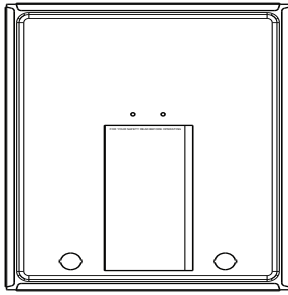

Fig. 30 – Emplacement du livret d'information
4. Retirez un des bouchons en caoutchouc inutilisés de l'orifice sur la boîte collectrice, à l'opposé du siphon de condensat. Consultez la Fig. 30.
**REMARQUE :** Notez le code d'état de la DEL AVANT de retirer le panneau d'accès à la soufflante ou de couper l'alimentation de 115 V de la chaudière. Pour obtenir la légende des codes d'entretien, consultez la brochure à l'intérieur du panneau de service de la chaudière. Consultez la Fig. 30.